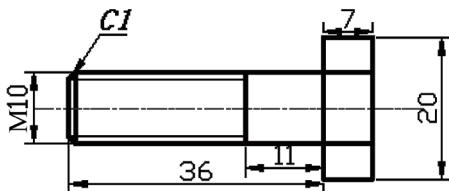

图4-64 螺栓
本例主要利用“拉伸”命令拉伸图形，绘制图4-64所示的螺栓零件图。
(8) 保存文件 在命令行输入命令“QSAVE”，或者单击“标准”工具栏中的“保存”按钮。标注尺寸后最后得到图 4-64 所示的零件图。